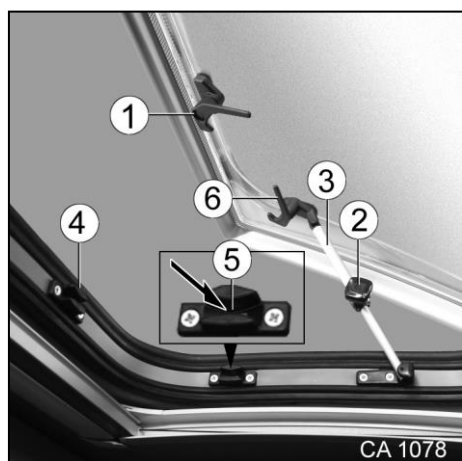

Fig. 56 Lanterneau Skyroof
1. Déverrouiller le levier de verrouillage (Fig. 56/1). Pour cela, appuyer sur le bouton de blocage respectif.
2. Déverrouiller le levier de verrouillage (Fig. 56/6).
4. Fixer le lanterneau avec des molettes (Fig. 56/2) aux compas d'arrêts montés sur les côtés (Fig. 56/3).
1. Tourner les molettes (Fig. 56/2) dans le sens anti-horaire jusqu'à ce que le dispositif de fixation soit desserré.
3. Verrouiller les quatre leviers de verrouillage (Fig. 56/1 et 6) aux supports (Fig. 56/4).
1. Déverrouiller les quatre leviers de verrouillage (Fig. 56/1 et 6) sur le lanterneau.
3. Verrouiller les quatre leviers de verrouillage (Fig. 56/1 et 6) dans les évidements (Fig. 56/5) des supports (Fig. 56/4).